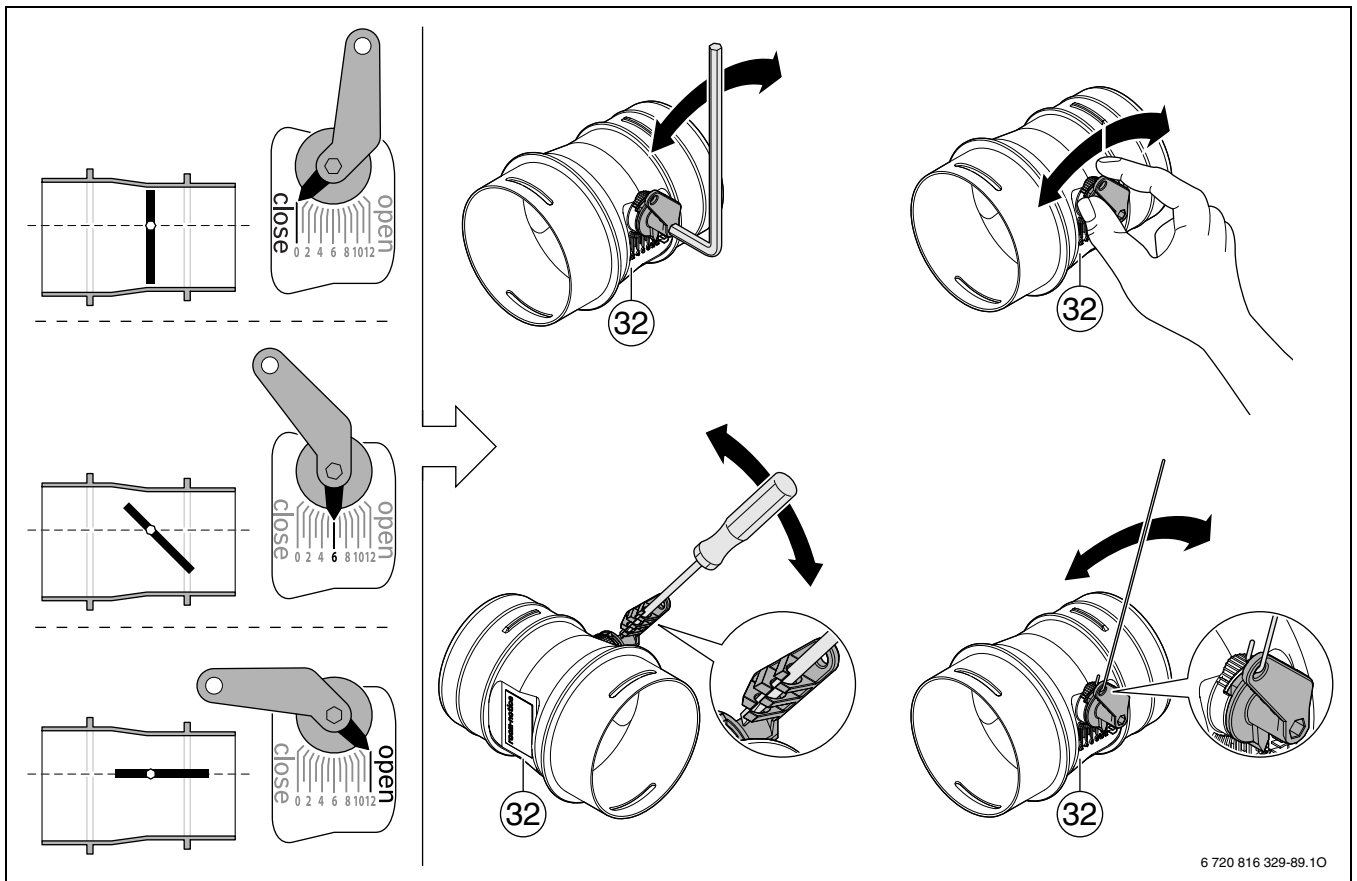

Bild 129 VKD-E einstellen
- Vielfältige Möglichkeit der Einstellungen (→ Bild 129, Seite 73)
- Arretieren während des Einstellungsprozesses möglich (→ Bild 129, Seite 73)
[1 ... 12] Einstellung Stufen (→ Bild 129, Seite 73)